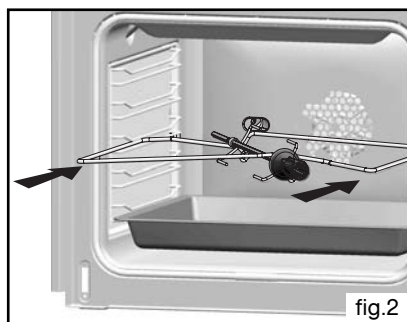
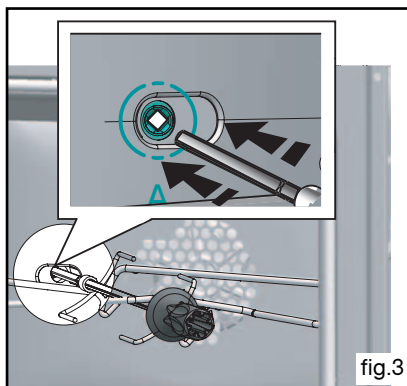

fig.2
fig.3
- **Plat multi usages 20 mm (fig.2)**
- disposez le plat multi-usages au gradin N°1 pour recueillir les jus de cuisson ou sur la sole si la pièce à rôtir est trop grosse (fig.2).
- placez la broche sur son berceau (fig.2).
- poussez légèrement pour engager la pointe de la broche dans le carré d'entraînement situé au fond du four (fig.3).
Insérez les deux autres butées rouges dans les emplacements **A** prévus à cet effet (fig.2). Faire lever sur ces pièces afin de déclipper la glace (fig.3).
Décrochez le gradin fil (**B fig.2**) à l'avant en le soulevant (**schéma A fig.1**). Tirez vers soi l'ensemble du gradin, le soulever afin de décrocher l'attache de fixation arrière (**schéma B fig.1**). Le sortir des 2 trous (**C fig.2**) de la paroi catalytique et du moufle du four. Retirez ensuite la paroi catalytique (**A fig.2**). Remplacez les nouveaux éléments (gradins) en effectuant les opérations inverses.
Dévissez complètement la vis (**E fig.2**) située en haut de la paroi du fond (**D fig.2**). Inclinez la paroi vers l'avant afin de la retirer du moufle. Remplacez la nouvelle paroi en effectuant les opérations inverses.
- Dévissez le hublot vers la gauche (fig.2),
A l'intérieur du four (fig.3).
- b) Dévissez le hublot (fig.3).